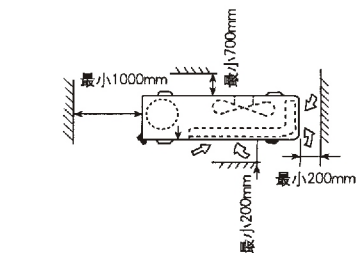

图4 机器户外部分所需空间
(1) 安装场所必须满足如下要求:
- 确定机器四周留有充分空间, 并尽可能地远离障碍物, 以便操作和维修。见图4。机组安装处应有二个以上方向是敞开的。
(2) 安装